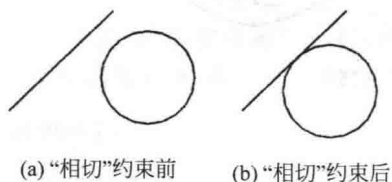

图 1-23 “相切”约束
- 相切: 单击“相切”按钮 , 两个图素相切, 如图 1-23 所示。